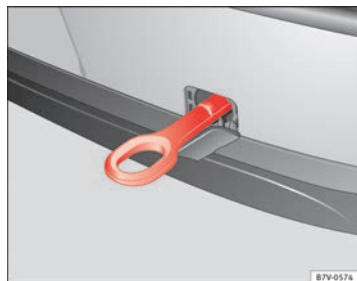

Fig. 221 En el parachoques trasero, en el lado derecho: Argolla de remolque enroscada.
El alojamiento para la argolla de remolque enroscable se encuentra en la parte derecha del paragolpes trasero ⇒ fig. 221. En *vehículos con dispositivo de remolque montado de fábrica*, detrás de la cubierta no se encuentra **ningún** alojamiento para enroscar la argolla de remolque. Para remolcar, montar y utilizar la rótula ⇒ página 245, ⇒ ①.